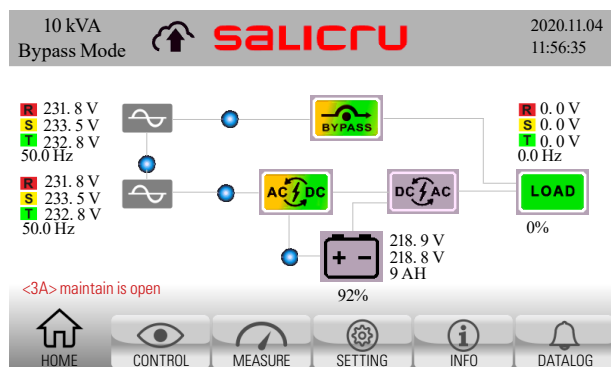

Fig. 57. Écran principal du panneau de commande avec l'avertissement de contact de bypass manuel ouvert.
3. Retirer le blocage mécanique de l'interrupteur de bypass manuel de l'onduleur (Q5) (uniquement pour les appareils au format tour) : desserrer les vis et retirer le cache métallique (voir Fig. 57).
4. L'équipement informe, par le biais de l'écran principal, à propos de l'état actuel avec l'avertissement <3A> maintain is open (Contact bypass de maintenance ouvert). Voir Fig. 57.
7. Vérifier que l'onduleur délivre la tension à la sortie par l'interrupteur de bypass de maintenance et par le bypass statique simultanément : vérifier que l'onduleur est en mode bypass et l'alarme <3A> **maintain is open** (Contact bypass de maintenance ouvert) présente, et que le synoptique sur l'écran principal du panneau de commande est tel qu'indiqué sur la Fig. 57.